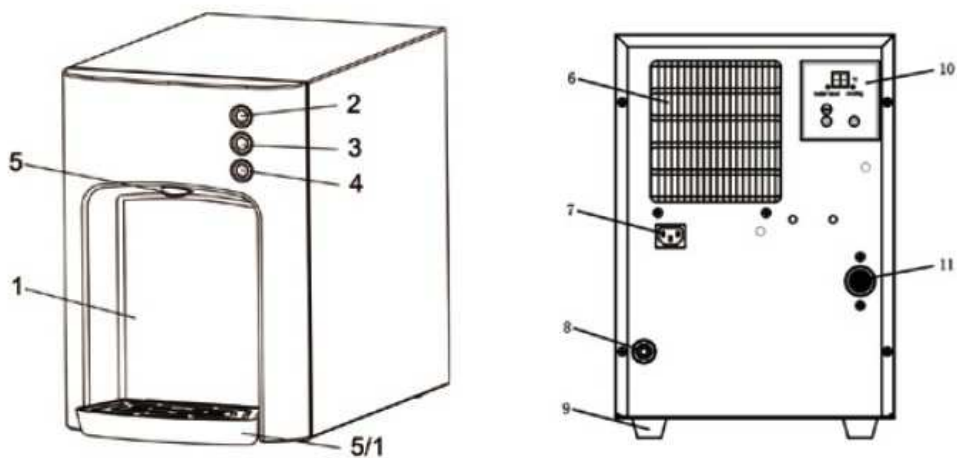

Fig 1 . Componenti principali e strumenti di controllo
**L'apparecchiatura è costituita dai seguenti componenti principali(v.fig.1):**